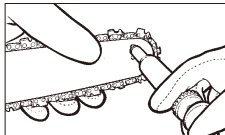

Fig. 20
3. Med smørepistolen (valgfritt), sett spissen inn i smøringshullet og klem inn smøring til det vises på ytre kant av spissen på tannhjulet (Fig. 20).